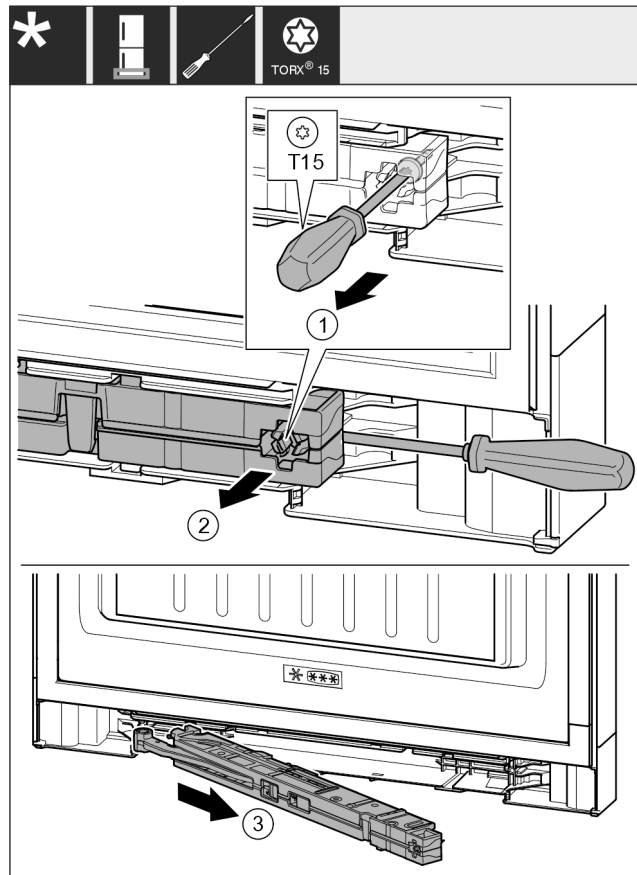

Fig. 16
- ▶ Desserrer la vis Fig. 16 (1) de l'unité d'amortissement de fermeture au moyen d'un tournevis 14 mm (9/16 in).
- ▶ Décrocher l'unité d'amortissement de fermeture Fig. 16 (2) côté poignée vers l'avant avec un tournevis.
- ▶ Retirer l'unité d'amortissement de fermeture Fig. 16 (3).